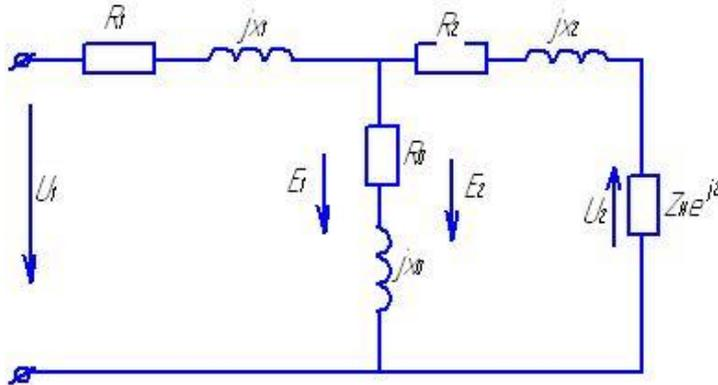

Рисунок 4.2- Схема замещения
3. Определяем параметры схемы замещения трансформатора (рисунок 4.2)